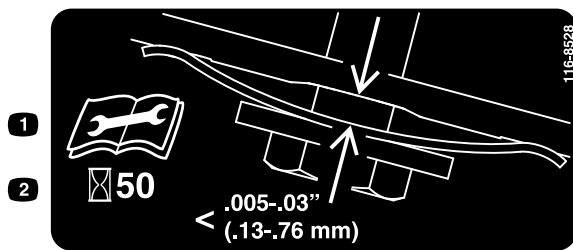

Figura 33
3. Sujete una galga ajustada a entre 0.13 y 0.76 mm (0.005 y 0.03 pulgadas) contra el tabique y deslícela hacia abajo por detrás del muelle tensor de la correa; consulte Figura 33.